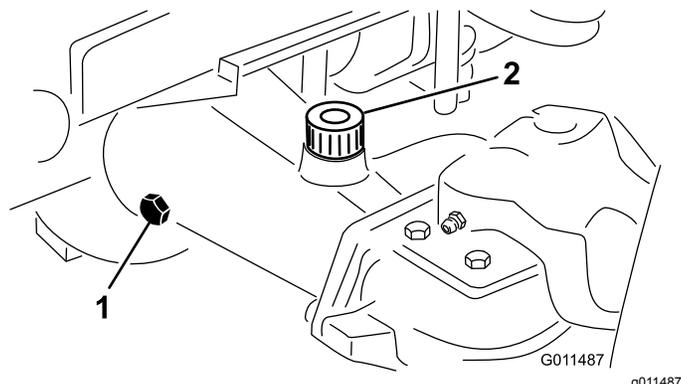

Figura 13
2. Retire un tapón de verificación de un extremo del eje (Figura 13) y asegúrese de que el lubricante llega al borde inferior del orificio. Si el nivel es bajo, retire el tapón de llenado (Figura 13) y añada suficiente lubricante para que el nivel llegue al borde inferior de los orificios de los tapones de verificación.